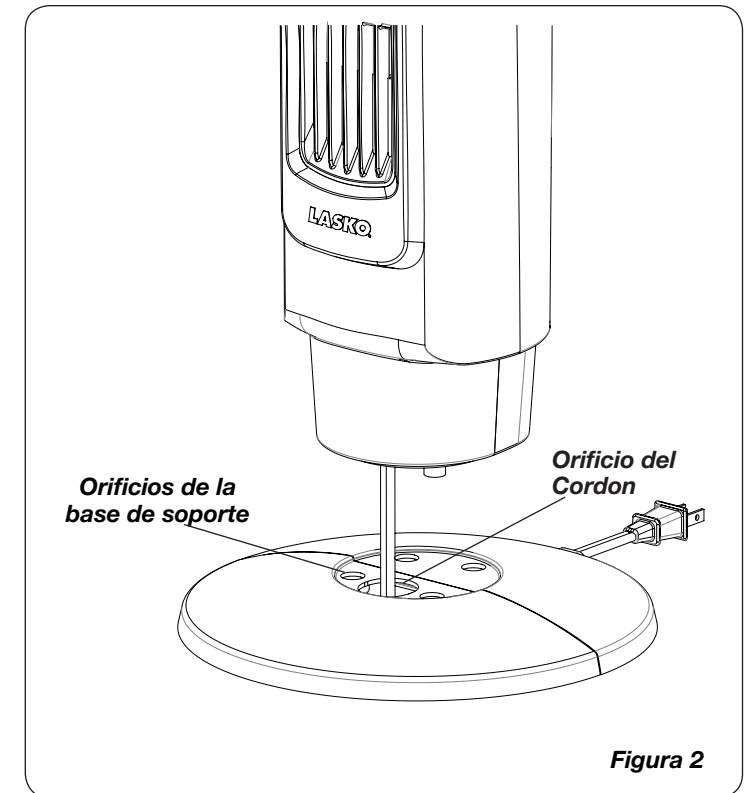

Figura 2
3. Pase el cable de alimentación eléctrica por el canal del cable situado en el centro de la base (Figura 2).